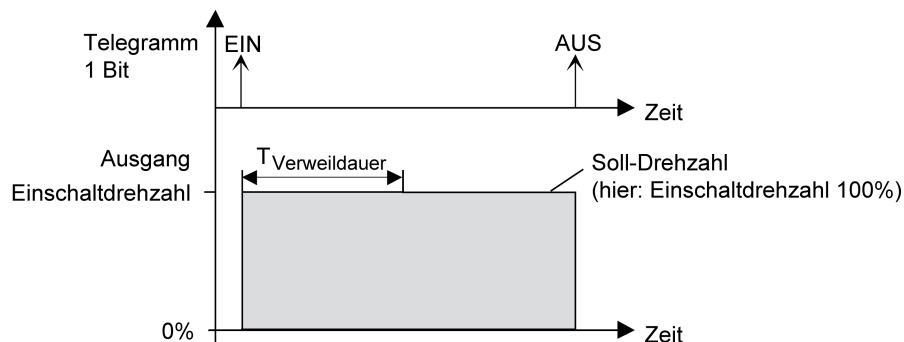
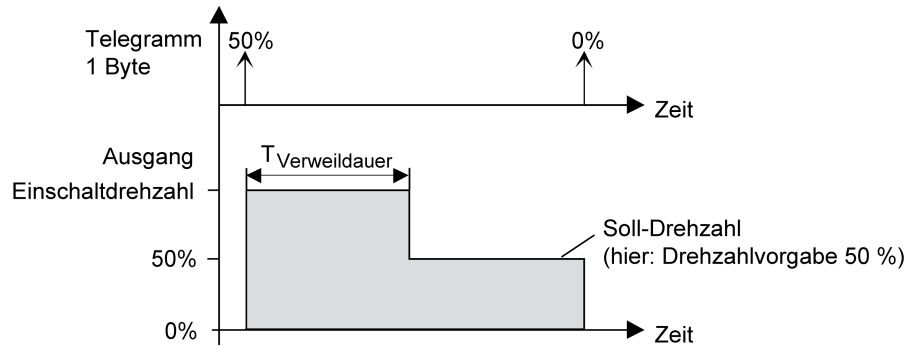

Bild 41: Einschaltdrehzahl und Soll-Drehzahl bei Schaltbefehlen
Bild 42: Einschaltdrehzahl und Soll-Drehzahl bei Wertbefehlen
- i** Soll-Drehzahl: Die Soll-Drehzahl ergibt sich direkt aus Schaltbefehlen durch Schalt-Telegramme oder durch die Handbedienung. Die Soll-Drehzahl ist dann die Einschaltdrehzahl (Bild 41). Alternativ wird die Soll-Drehzahl unmittelbar durch Telegramme auf das Drehzahlobjekt oder durch Drehzahlvorgaben der Szenenfunktion oder Sperr- und Zwangsstellungsfunktionen festgelegt (Bild 42).